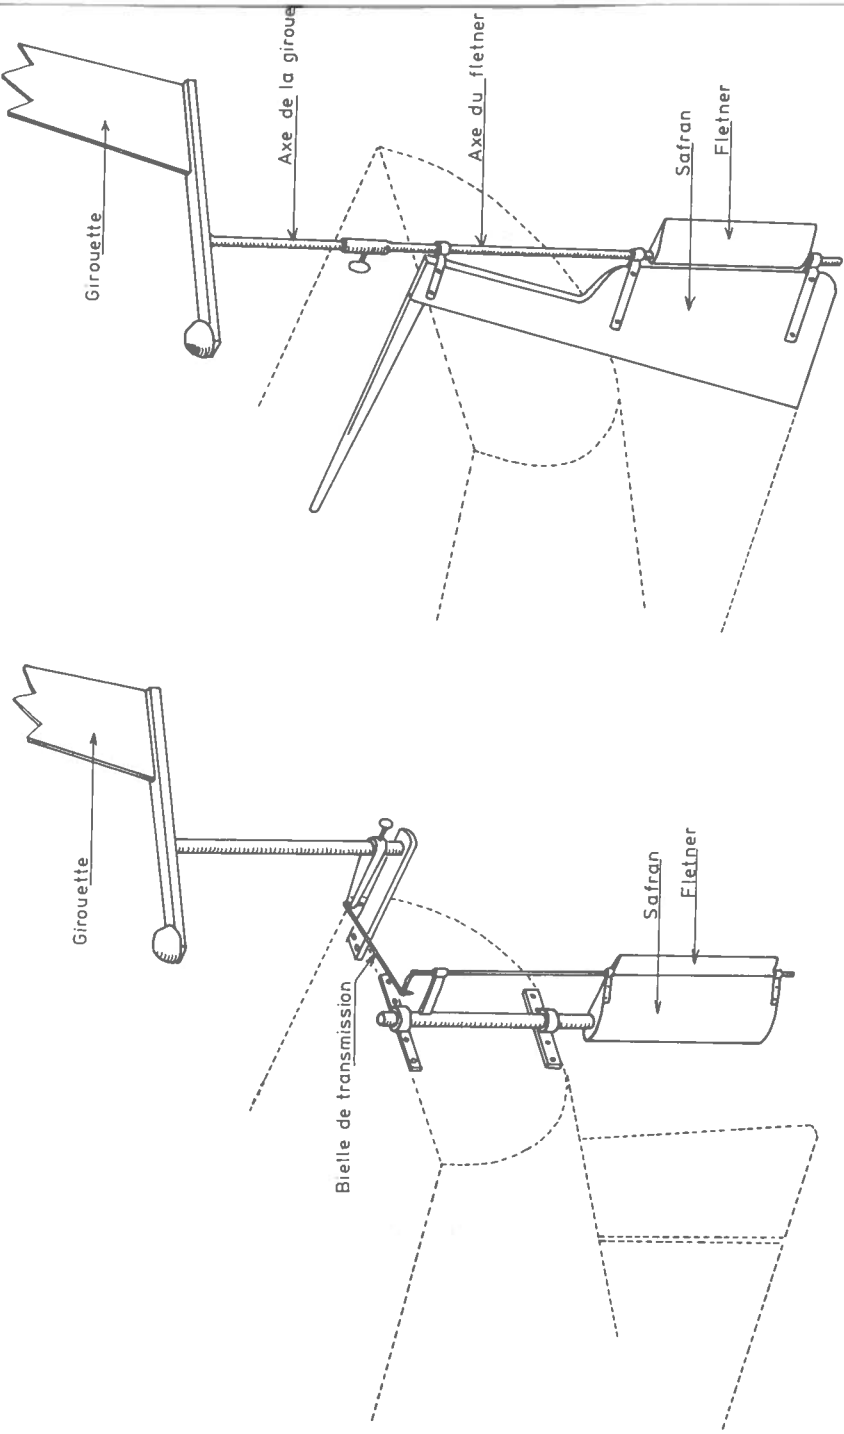

Fig. 18. - Ampli safran-fletner.
- Figure 18. Le fletner est monté sur un gouvernail supplémentaire accroché au tableau. C'est certainement le montage le plus efficace.